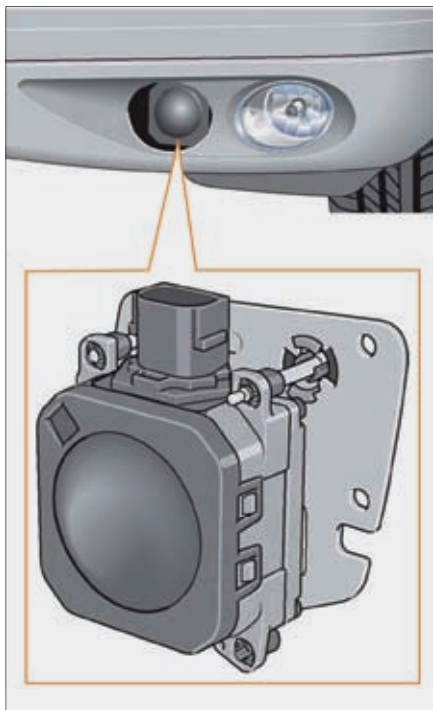

图6 前方雷达传感器的安装位置
前方雷达传感器位于雾灯旁边,其安装位置如图6所示。该传感器属于第3代雷达传感器,具有以下特征:①传感器中集成有4